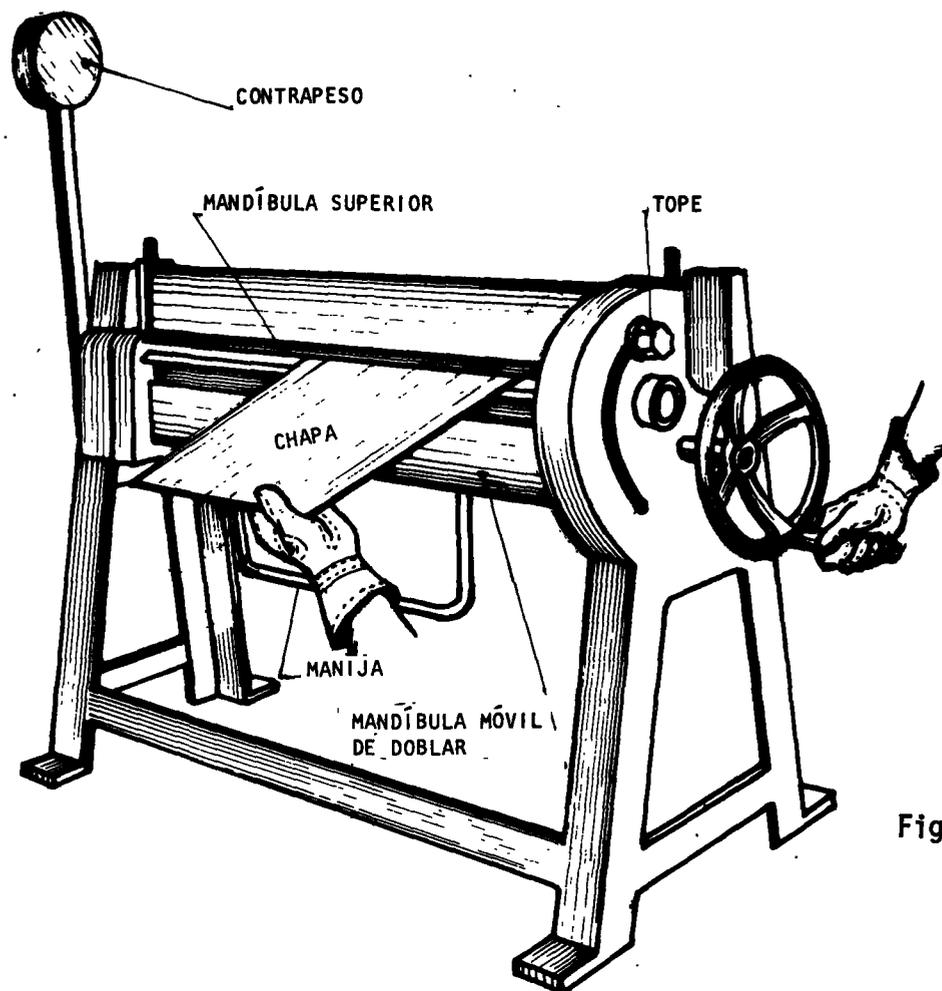

Fig. 1
- a Levante la mandíbula superior, hasta que permita la entrada holgada de la chapa (fig. 1).